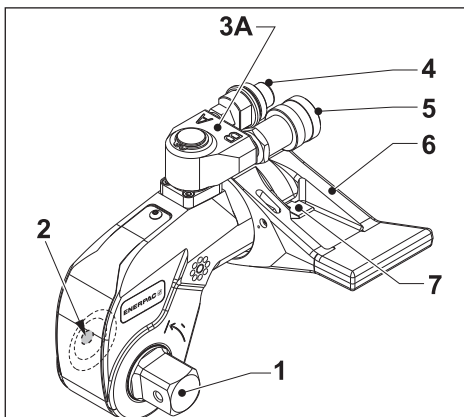

Рис. 1
3.1 Общее описание и характеристики (рис. 1 и 2)